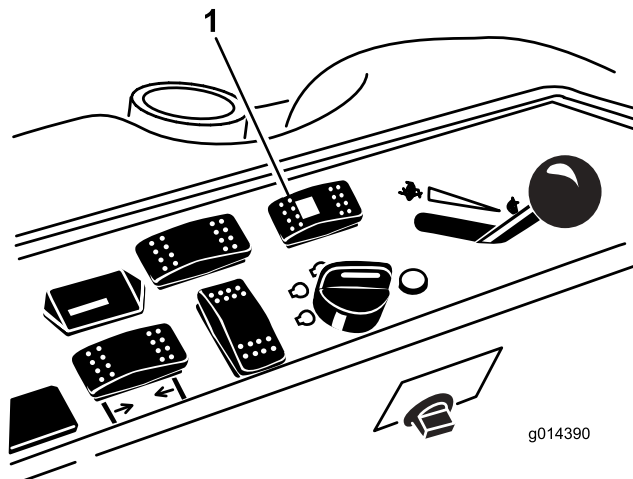

Рисунок 52
1. Нажмите переключатель режимов рулевого управления (Рисунок 52) в заднее положение (рулевое управление с приводом на четыре колеса).